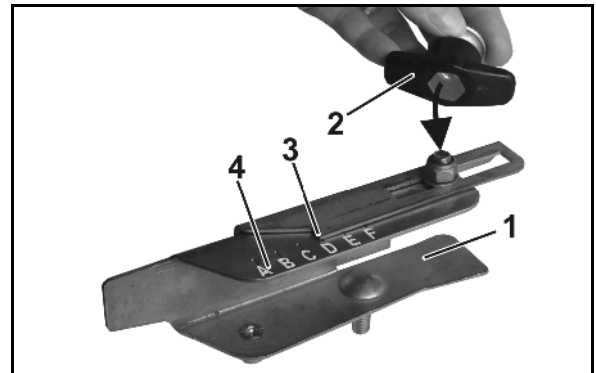

图 83
1. 将边界撒肥片 (图. 83/1) 从支架 (图. 83/2) 中取出。
2. 拆除左侧撒肥盘 (图. 83/4) 的长撒肥叶片 (图. 83/3)。